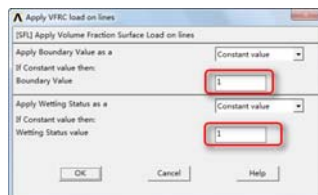

图 7-21 “Apply VFRC load on lines”对话框
⑪依次选择 Main Menu→Preprocessor→Loads→Define Loads→Apply→Fluid/CFD→Volume Fract→Bound Loads→On Lines，会弹出“Apply VFRC load on lines”对话框，用鼠标选择线段 1 和 2。
⑫单击“OK”按钮会弹出“Apply VFRC load on lines”对话框，如图 7-21 所示，在 Boundary Value 输入框中输入 1，在“Wetting Status value”输入框输入 1，单击“OK”按钮关闭该对话框。